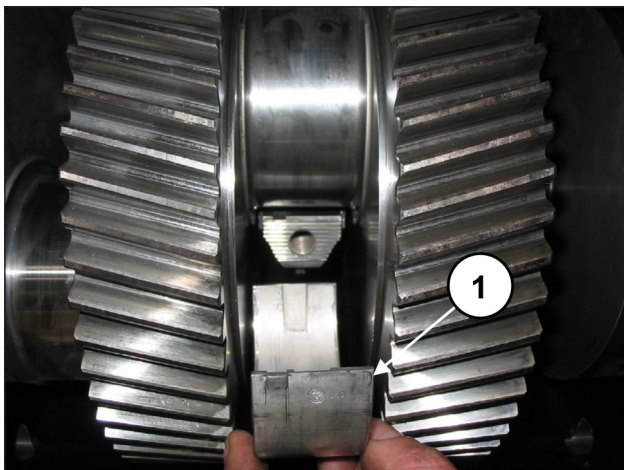

Fig. 80
Insira os semi-rolamentos superiores entre as hastes e o eixo de manivela (pos. ①, Fig. 80).